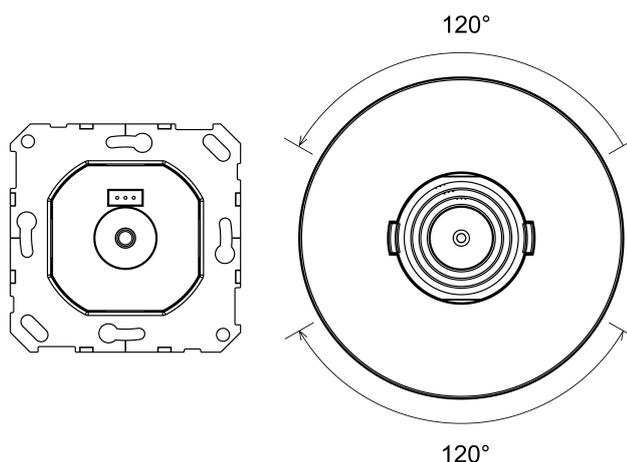

Bild 2: Verstellbereich des Lichteinsatzes in Relation zur Ausrichtung des Unterputz-Einsatzes
- i** Der elektrische Anschluss des Plug & Light Unterputz-Einsatzes (5) muss durch einen Elektroinstallateur erfolgen, siehe Anleitung Plug & Light Unterputz-Einsatz.
- i** Für die punktuelle Beleuchtung einer Wand ist bei einigen Lichtaufsätzen mit Bajonett zu beachten, dass der Lichtaufsatz nur um 120° gedreht werden kann. In diesem Fall muss der Plug & Light Unterputz-Einsatz bei der Montage entsprechend ausgerichtet werden (Bild 2). Mit Ausnahme der Wandmontage, hier müssen die Anschlussklemmen unten liegen.